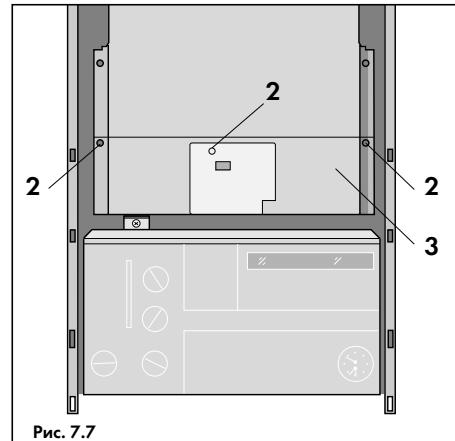
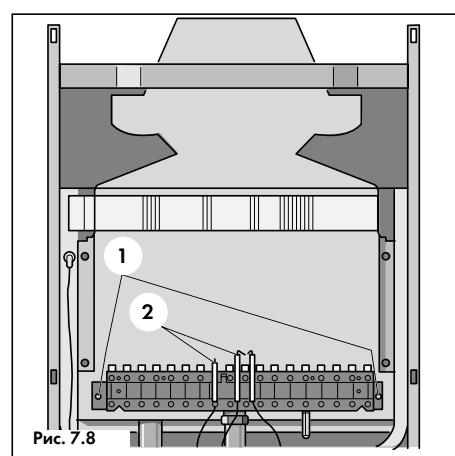

Рис. 7.7
Рис. 7.8
- Выкрутить винты (2, рис. 7.7) и снять по направлению на себя и вниз теплоотражающий щиток (3, рис. 7.7) со смотровым окошком, отсоединив кабели от электродов розжига и ионизационного контроля (2, рис. 7.8);
- Выкрутить 2 винта (1, рис. 7.8) и вытащить горелку вместе с отсоединенными от кабелей электродами розжига и ионизационного контроля (2, рис. 7.8) из камеры сгорания;
- Установить горелку вместе с отсоединенными от кабелей электродами розжига и ионизационного контроля (2, рис. 7.8) в камеру горения, закрепив ее 2 винтами (1, рис. 7.8);
- Установить теплоотражающий щиток (3, рис. 7.7) со смотровым окошком, присоединив кабели от электродов розжига и ионизационного контроля (2, рис. 7.8) и закрепив его винтами (2, рис. 7.7);